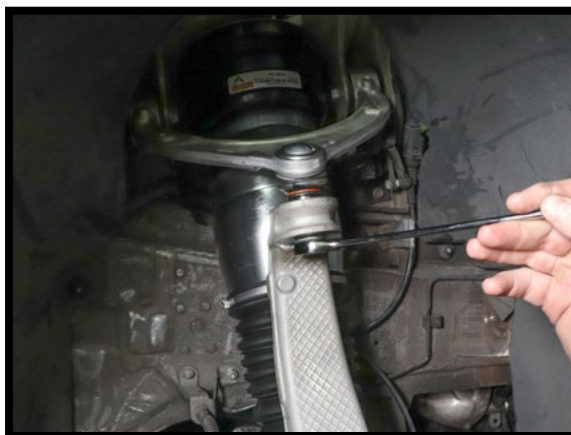

图20
4. 重新将球头上部连接到主轴总成上。安装螺母。按照制造商的规范拧紧。(图20)